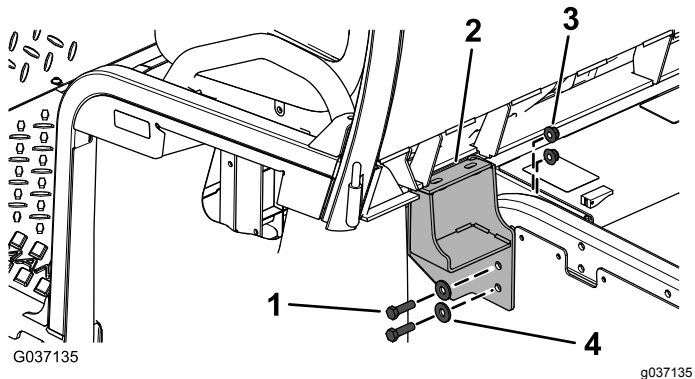

Figura 7
9. Instale sem apertar os suportes esquerdo e direito da cabina utilizando os 8 parafusos de cabeça sextavada (⅜ pol. x 1¼ pol.), anilhas (⅜ pol.) e porcas flangeadas (⅜ pol.) como se mostra na Figura 7.
7. Aperte os suportes esquerdo e direito e os parafusos com 58 Nm como se mostra na Figura 7.